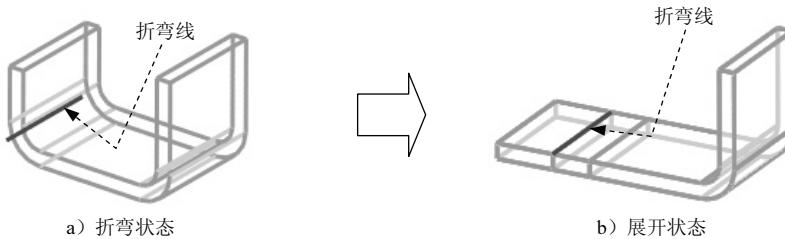

图 4.1.9 内模线轮廓
- ◆ **内模线轮廓** 选项：在展开状态时，折弯线位于折弯半径的第二相切边缘，如图 4.1.9 所示。